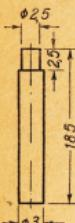

Рис. 19
**в) Поршневой палец.** Поршневой палец (рис. 19) надо пригнать так, чтобы он туже входил в отверстия, но не портил поршия. Сделать его нужно из стали «серебрянка». Калить не обязательно.